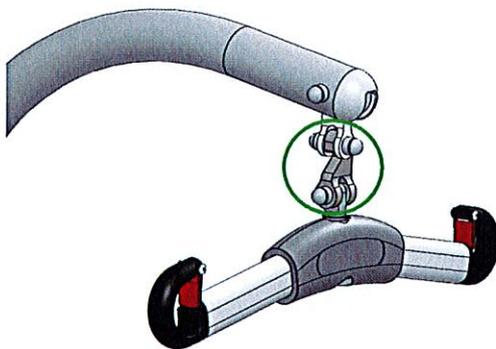

Figure 3. Fixation correcte de SwiftHook, vue depuis l'avant gauche. Point de fixation entouré d'un cercle vert.
3. Vérifiez que l'unité est montée conformément aux figures 3 et 4 ci-dessus.